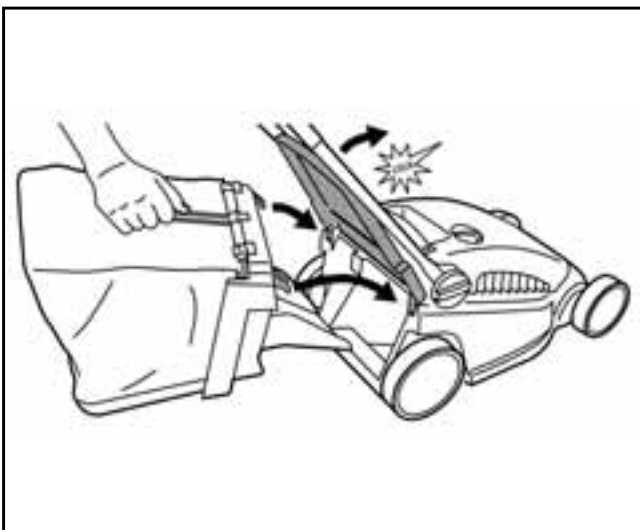

Fig. 16
- Accrochez le sac de ramassage au châssis en veillant à bien positionner les crochets dans les encoches (Fig. 16).
- Fije el recogedor al chasis poniendo atención de colocar los ganchos en los huecos. (fig. 16).
- Encaixe o cesto de recolha no chassis verificando que os ganchos ficam bem encaixados nos respectivos alojamentos (fig.16).
- Limpie el cortacésped con un cepillo o con un trapo después de cada sesión de corte. (fig. 16).
- Limpe o corta relvas com uma escova ou um pano após cada corte (fig.16).